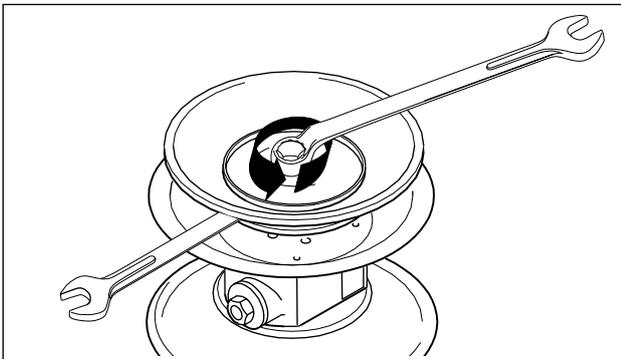
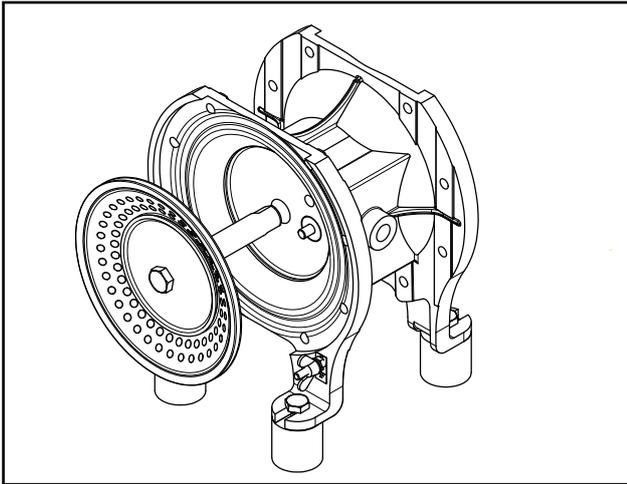

Abb. 10: Membranteller lösen. (Entfällt bei nopped E4® Membrane.)
Abb. 21: Herausziehen der Membrane mit Kolbenstange
- Äußeren Membranteller lösen und mit der Membran abnehmen (Abb.10).
- äußeren Membranteller lösen und mit der Membrane abnehmen (Abb.10 u. Abb. 21)
siehe auch 5.3.2.3. Abweichend zu Abb. 21 die Membranteller zunächst lösen. Die Kolbenstange separat aus dem Steuerblock entfernen.